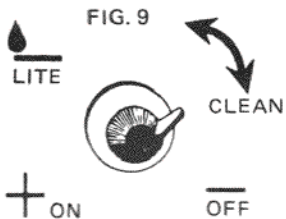

FIG. 9
2. Should light begin to pulsate or grow dim, add more air pressure and turn Control Knob to "CLEAN" position (Fig. 9) and back to "ON" position. If condition continues, it may be lantern requires refilling.
2. Si la lumière vacille ou baisse, augmentez la pression de l'air et tournez le bouton de commande à "NETTOYAGE" (CLEAN), fig. 9; réglez-le ensuite à "MARCHE" (ON). Si l'éclairage n'est pas impeccable après cette correction, il se pourrait que vous ayez besoin de remplir le réservoir.